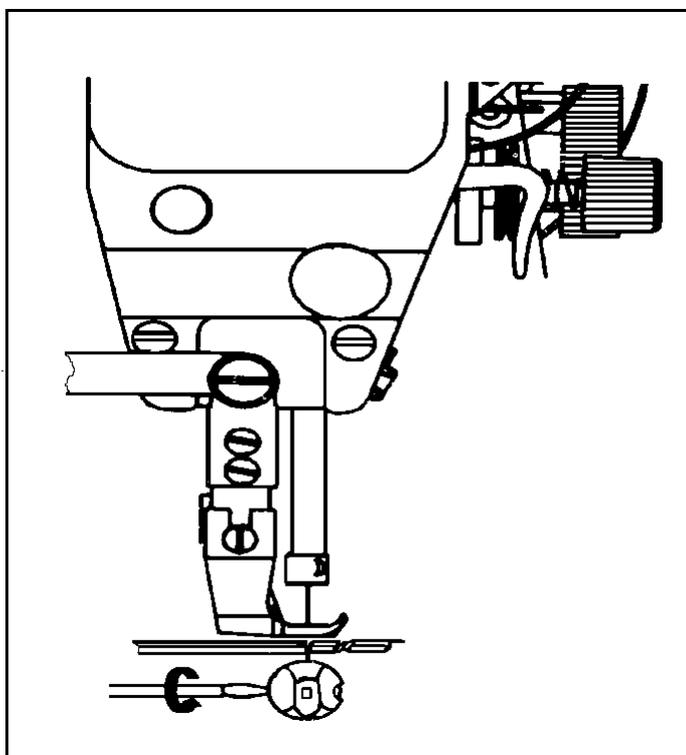

图 16
- 1) 如果面线太紧, 底线太松, 则应逆时针旋转夹线螺母, 放松面线的压力, 或用小号螺钉起子, 旋紧梭皮螺钉, 加大底线的压力。(图 16)